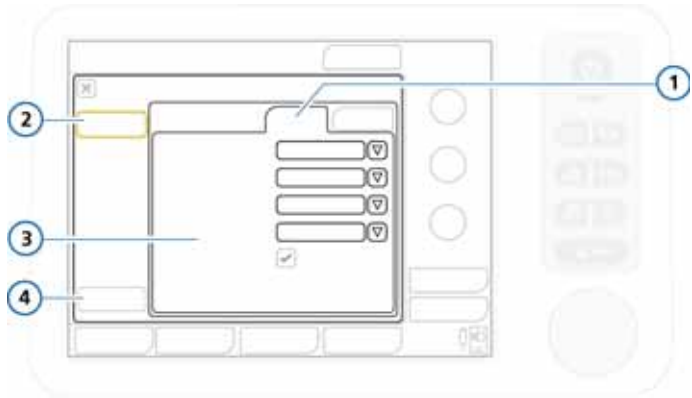

Рисунок J-16. Параметры данных датчика
1. Откройте окно «Конфигурация» и коснитесь кнопки «Датчики» (см. рис. J-16).